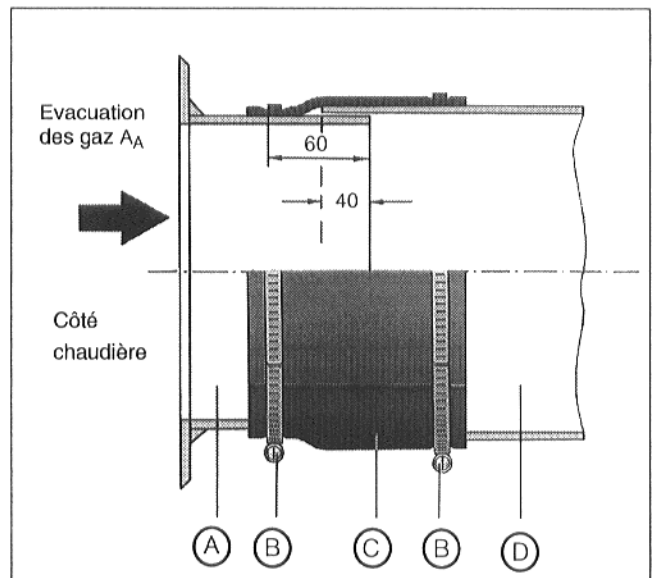

Fig. 4
- Placer les colliers de serrage (B) sur le tuyau d'évacuation des fumées (D).
- Glisser environ 40 mm du tuyau d'évacuation (D) sur la buse de fumées (A) de la chaudière.
- Poser la manchette d'étanchéité (C) du tuyau d'évacuation des gaz de combustion.
- Glisser les colliers de serrage (B) sur la manchette d'étanchéité et serrer (Fig. 4).